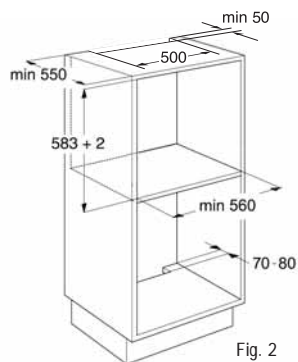

Fig. 2
- Dans le cas d'une installation comme sur la fig. 2, il n'est pas permis d'appuyer les récipients contenant des liquides sur la partie supérieure de la colonne. Il est permis d'appliquer des grilles pour séparer la tranche, en conservant toutefois une surface utile de 250 cm².